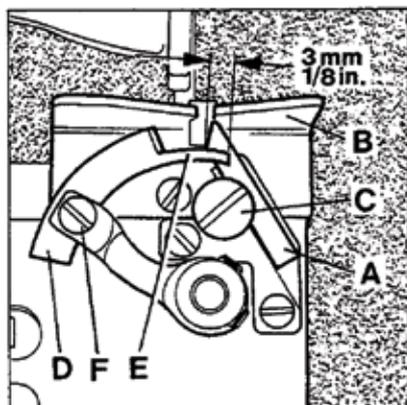

Fig.11
Set the fixed knife (A, Fig. 11) so its tip sits close to the underside of the throat plat (B). For adjustment loosen screw (C) and move knife up or down in its holder as required. Retighten screw.
Stellen Sie das feststehende Messer (A, Fig. 11) so, dass seine Spitze an der Stichplattenunterseite (B) anliegt. Zum Einstellen lösen Sie die Schraube (C) und schieben das Messer im Halter nach Bedarf nach oben oder unten. Ziehen Sie die Schraube wieder an.
Stellen Sie das bewegliche Messer (D, Fig. 11) so, dass es innerhalb seiner Schwingbewegung unter der Stichplattenunterseite gerade freigeht. Der Führungszapfen (E) soll in der am weitesten geöffneten Stellung der Messer das feststehende Messer 3 mm überlappen.